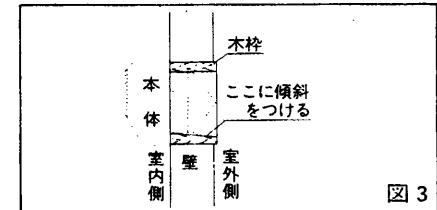

図 3
- (2)木枠を壁に取付ける場合には次の点にご注意ください。
- 木枠の室外側下部を（図3）のように傾斜させておくと雨水の浸入を防ぎます。